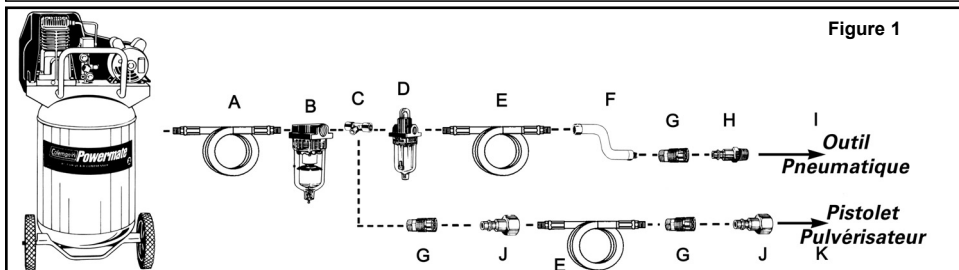

Figure 1
- Branchez l'outil au raccord rapide du tuyau d'air. **REMARQUE : Il est recommandé d'utiliser un tube flexible à raccordement à pivot (P012-0079SP - non inclus) afin d'empêcher que le tuyau d'air ne s'entortille ou ne se plie et de prévenir son usure excessive (voir l'élément F de la Figure 1 pour les connexions recommandées).**